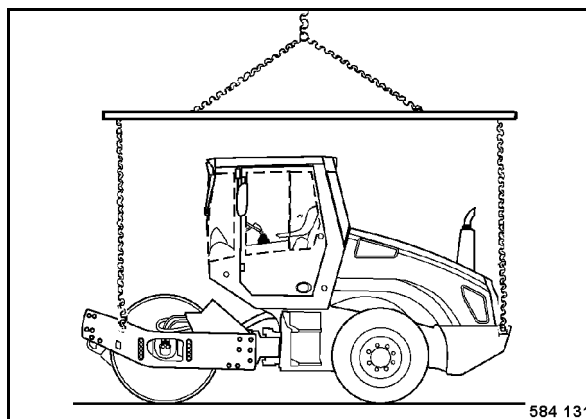

Fig. 68
- Para elevar la máquina también hay que hacer uso de las cuatro arremallas (Fig. 68) y equipo de elevación.